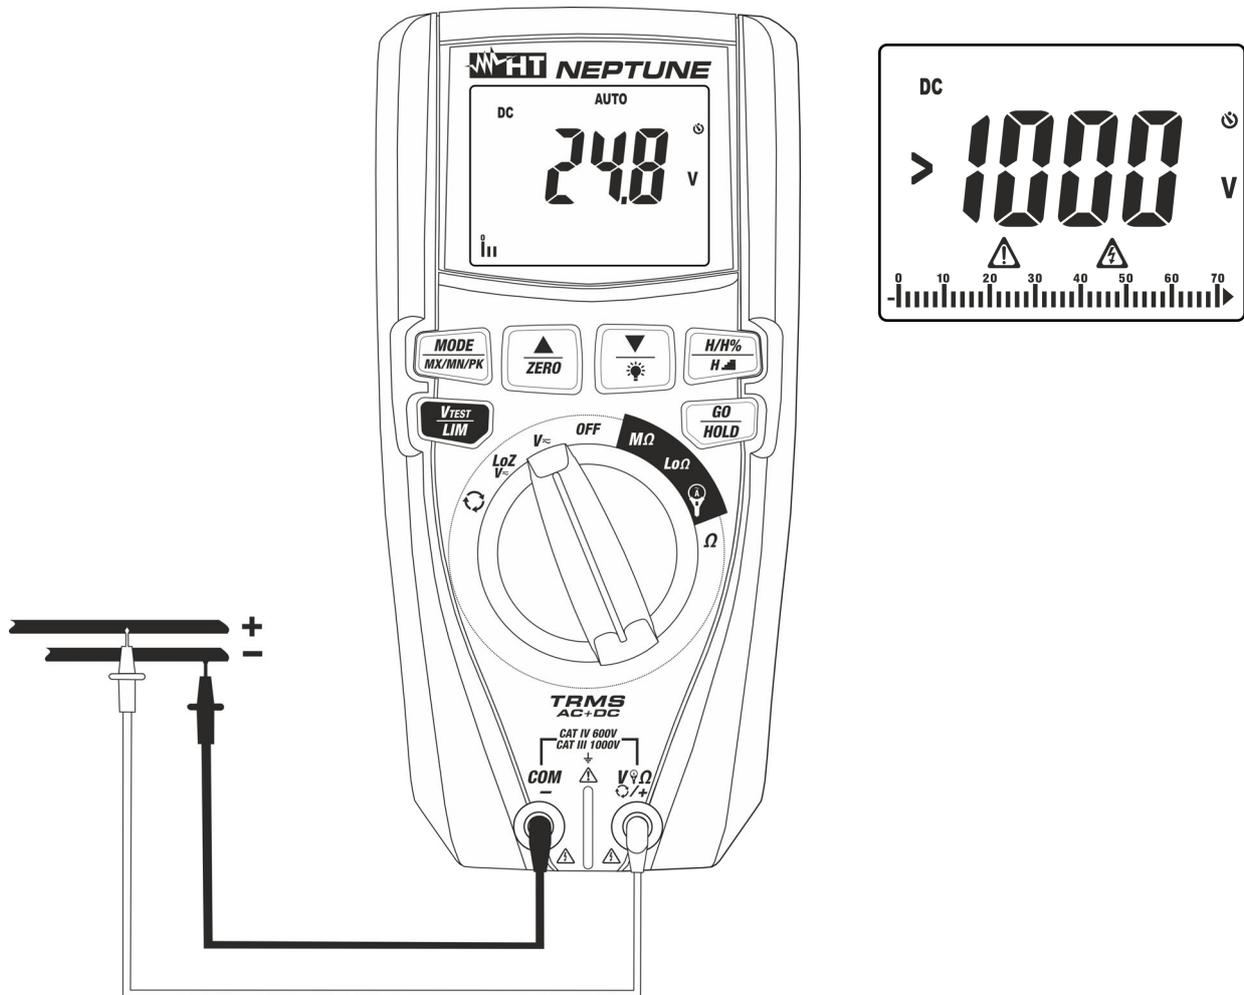
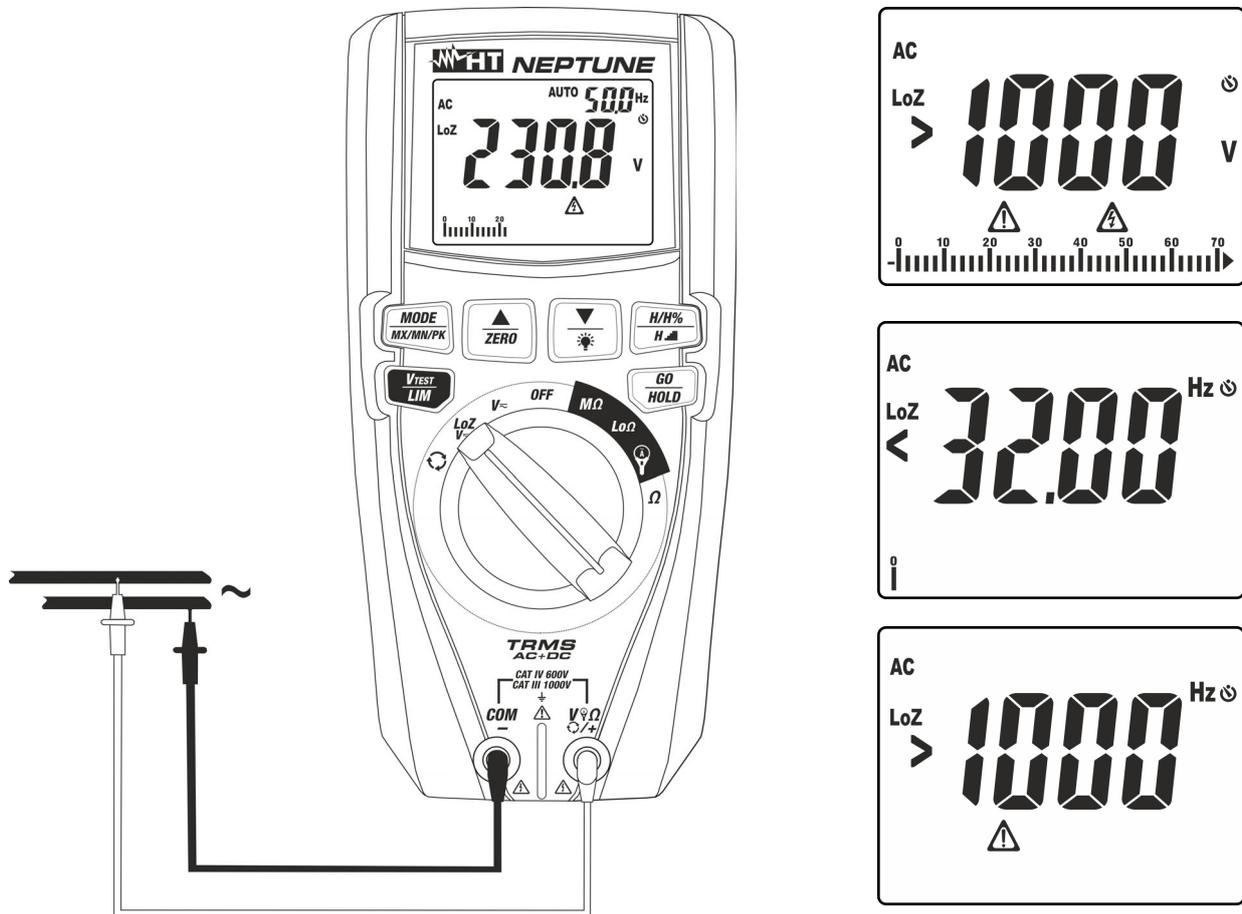

Fig. 6: Utilisation de l'instrument pour la mesure de la Tension CC
Fig. 8: Utilisation de l'instrument pour mesurer la tension CA/CC avec fonction LoZ.
3. Positionner l'embout rouge et l'embout noir respectivement dans les points à potentiel positif et négatif du circuit sous test (voir la Fig. 6). La valeur de la tension apparaît à l'écran
4. Si le message «>1000V» est affiché à l'écran (voir Fig. 6), cela indique que le fond d'échelle de l'instrument a été atteint.
5. L'affichage du symbole « - » sur l'écran de l'instrument indique que la tension a une direction opposée par rapport à la connexion de Fig. 6.
4. Positionner l'embout rouge et l'embout noir respectivement aux points du circuit examiné (voir Fig. 8) pour mesurer la tension AC ou aux points à potentiel positif et négatif du circuit examiné (voir Fig. 6) pour mesurer la tension DC. La valeur de la tension apparaît à l'écran. La valeur de la fréquence de la tension est affichée en haut à droite de l'écran. Cliquer sur la touche **MODE/MX/MN/PK** pour afficher la valeur de la fréquence avec une plus grande résolution.
5. Si les messages «<32Hz» ou «>1000Hz» sont affichés (voir Fig. 8), la valeur de la fréquence se trouve en dehors de l'intervalle de mesure **32Hz - 1000Hz**.
6. L'affichage du symbole «-» sur l'écran de l'instrument indique que la tension a une direction opposée par rapport à la connexion de la Fig. 6